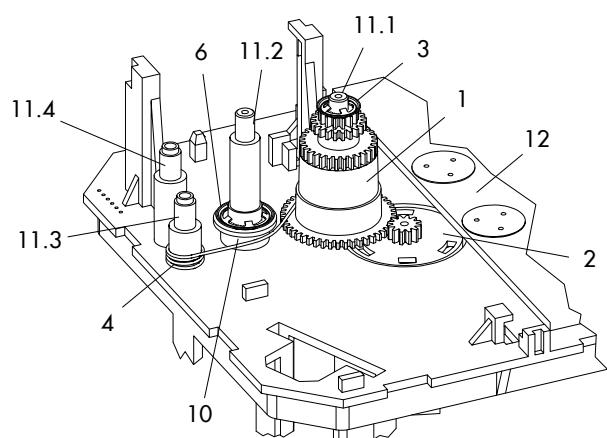

Fig. 26 : Vue intérieure du type 3374 sans contacts de position
- Servomoteur sans contacts de position : cf. Fig. 26.
Si le servomoteur n'est pas équipé de contacts de position, un kit de rétrofit supplémentaire est nécessaire (cf. Fig. 26).